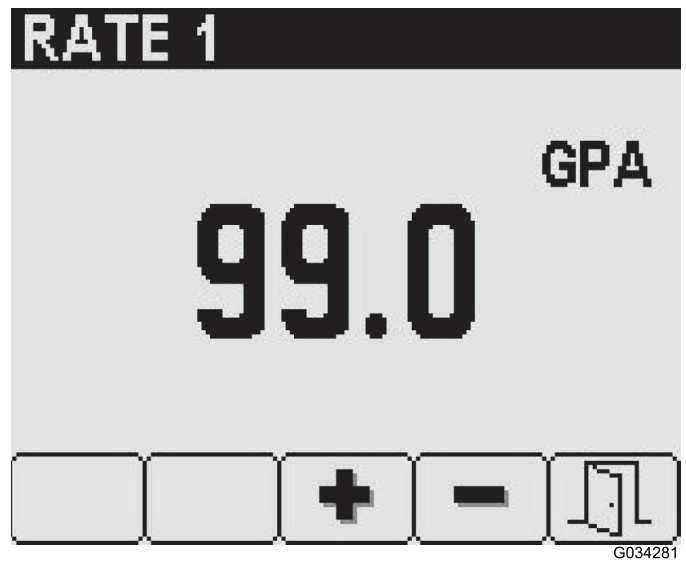

Bild 8
3. Stellen Sie auf dem Bildschirm für die ausgewählte Dosierung mit den Tasten 3 und 4 die gewünschte Dosierung ein (Bild 8).